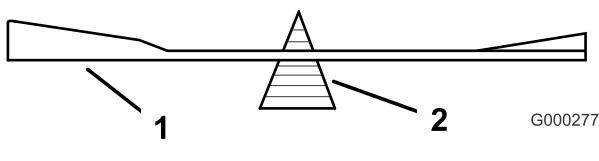
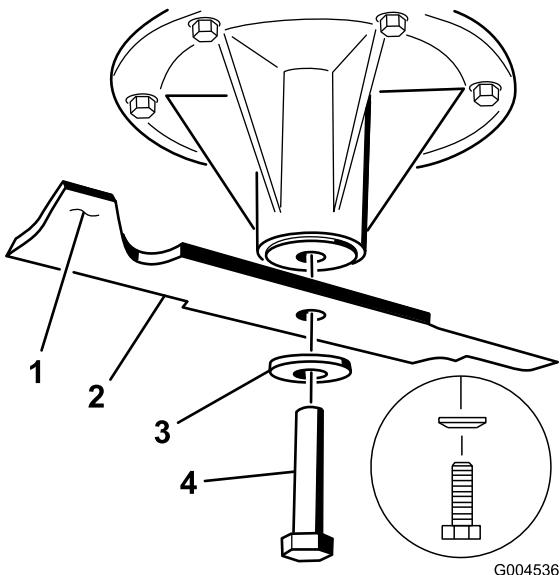

Bild 82
Bild 83
2. Entfernen Sie die Messerschraube, Federscheibe und das Messer von der Spindelwelle (Bild 83).
2. Überprüfen Sie die Auswuchtung des Schnittmessers auf einer Ausgleichsmaschine (Bild 82). Wenn das Schnittmesser in seiner horizontalen Position bleibt, ist es ausgewuchtet und kann wiederverwendet werden. Feilen Sie, wenn das Schnittmesser nicht ausgewuchtet ist, vom Flügelbereich des Messers etwas Metall ab (Bild 83). Wiederholen Sie diesen Vorgang, bis das Messer ausgewuchtet ist.